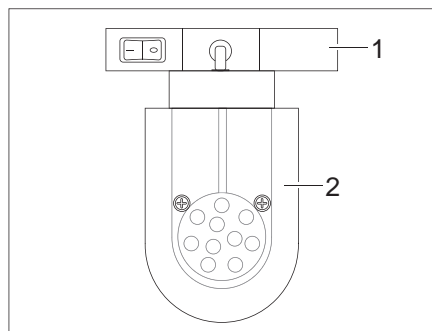

Bild 107 LED-Spotleuchte (Beispiel)
- Halterung (Bild 107,1) fassen und um 90° drehen.
- LED-Spotleuchte (Bild 107,2) aus Schienensystem entnehmen.
- LED-Spotleuchte (Bild 107,2) an gewünschter Position in das Schienensystem einsetzen und um 90° drehen.